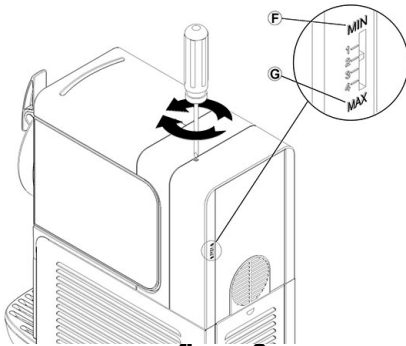

figura 2
**1** Regulación de la densidad: la densidad ideal del granizado está regulada en fábrica. Para variar dicha densidad, gire con un destornillador el tornillo de regulación alojado en cada una de las paredes traseras del distribuidor (ver figura 2):